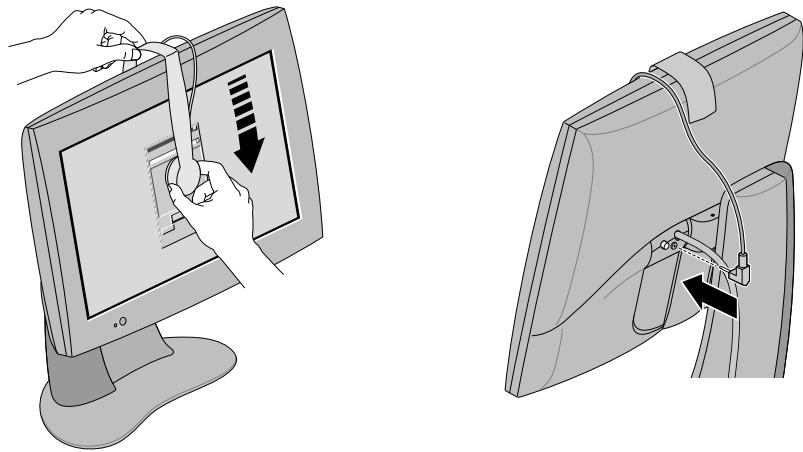

Figura 1-7 Alinhar e conectar o sensor
2. Usando ambas as mãos, pendure o sensor na parte superior do monitor, encaixando-o na extremidade da moldura, como mostrado na Figura 1-7. Tenha cuidado para não arranhar a tela plana.